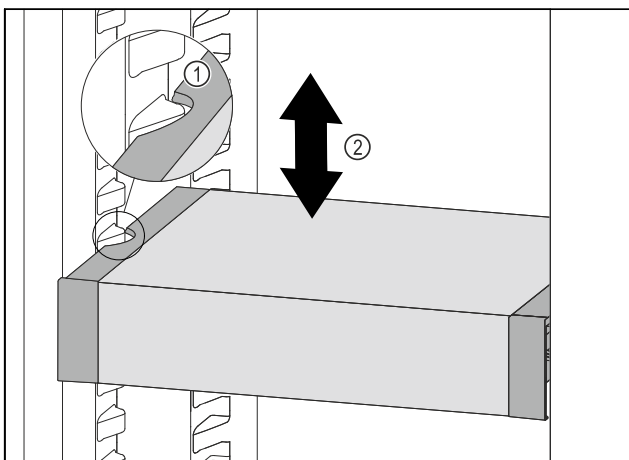

Fig. 141
- ▶ Тяните VarioSafe вперед, пока боковые выемки VarioSafe не окажутся на высоте выступа резервуара в холодильном отделении. Fig. 141 (1)
- ▶ Двигайте VarioSafe в холодильном отделении вверх или вниз, пока не будет достигнута требуемая высота. Fig. 141 (2)